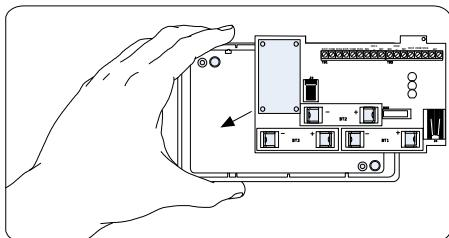
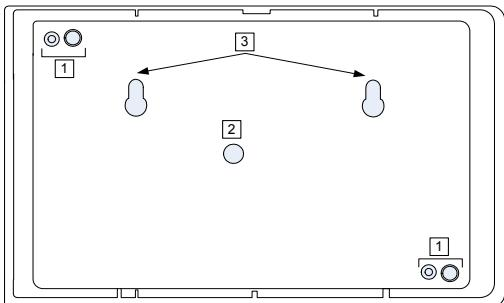

Figura 3: Extracción del circuito impreso
Figura 4: Troqueles y agujeros de instalación
2. Quite la placa de circuito impreso, PCB, (Figura 3) y abra los troqueles para pasar los cables de alimentación (1, Figura 4) y para el tamper trasero (2, Figura 4).
3. Monte al receptor en la pared usando los agujeros de instalación (3, Figura 4) y vuelva a colocar la placa de circuito impreso. Asegúrese que escucha un "clic" al fijar el muelle del tamper contra la pared.